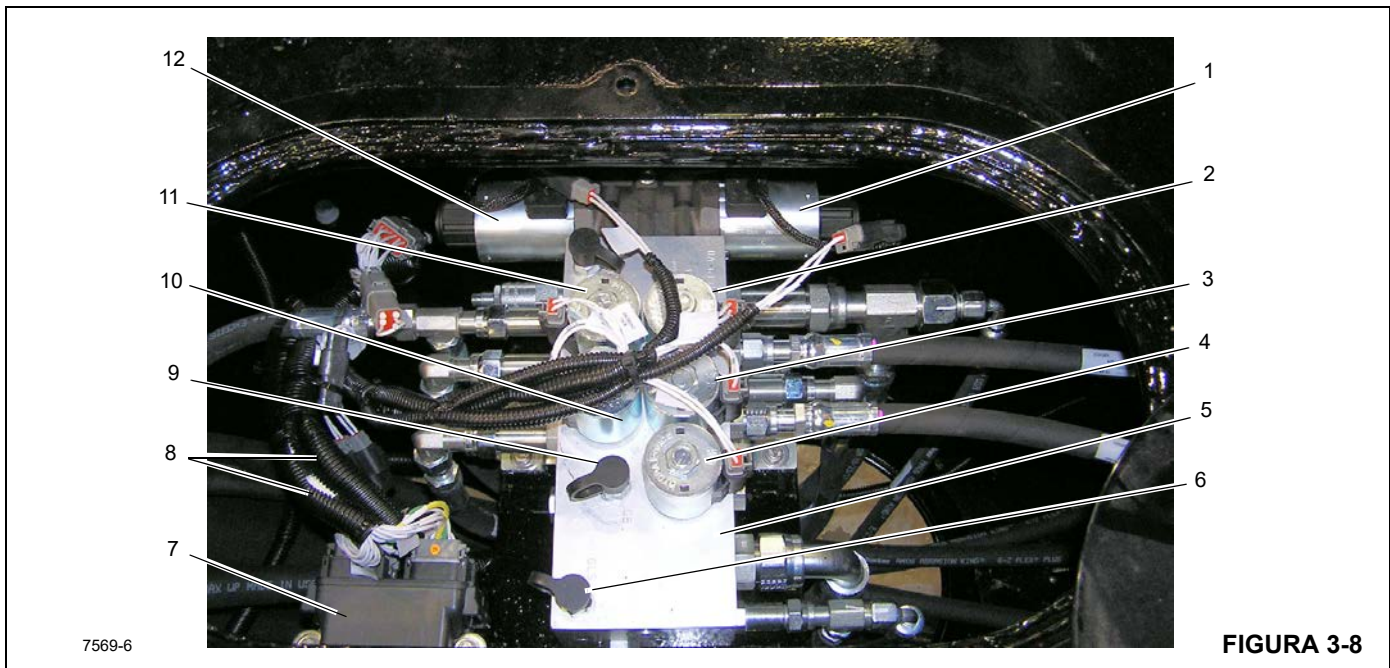
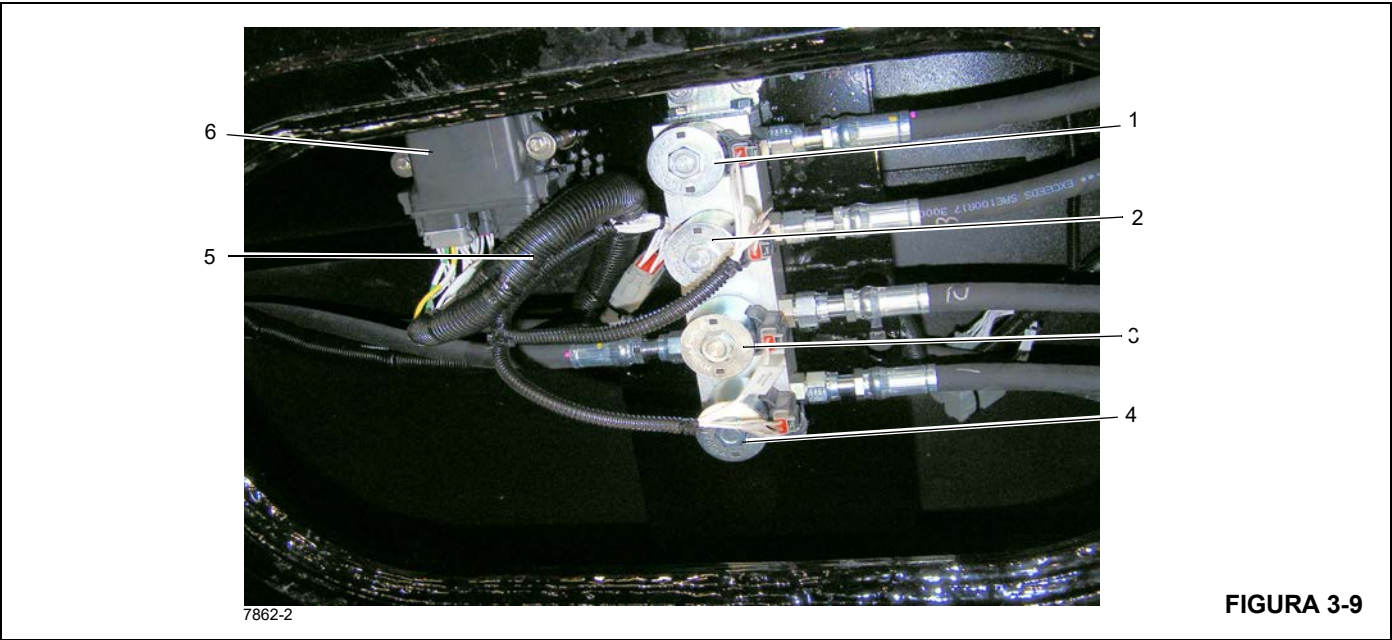

FIGURA 3-8
FIGURA 3-9
Há dois coletores de estabilizadores localizados na estrutura da caixa T do guindaste. O coletor do estabilizador frontal está montado no centro da estrutura do guindaste entre a cabine e a caixa do estabilizador frontal (Figura 3-8).
O coletor do estabilizador traseiro está montado no centro da estrutura do guindaste entre a parte traseira da superestrutura e a caixa do estabilizador traseiro (Figura 3-9).
NOTA: Os módulos dos estabilizadores frontal e traseiro (Figura 3-8 e Figura 3-9) não são reparáveis. Entre em contato com o Serviço ao Cliente Manitowoc Crane Care sobre questões de serviço ou reparo do módulo.
Os solenóides no coletor do estabilizador frontal (Figura 3-8) controlam a seleção dos componentes do estabilizador frontal, estabilizador central dianteiro (SFO) (se equipado) e as funções de retração e extensão de todos os componentes do estabilizador frontal.
- O solenoide do estabilizador central frontal (SFO) único (4) estende ou retrai o SFO quando energizado. Sempre que o botão de retração no controle do estabilizador é pressionado, o SFO é retraído primeiro.
- O solenoide de extensão (12) controla as funções de extensão de todos os componentes do estabilizador.
- O solenoide de retração (1) controla as funções de retração de todos os componentes do estabilizador.
- Os solenoides (2) (3) e (10) (11) controlam os componentes do estabilizador frontal. Consulte a Figura 3-8 para identificação dos solenoides.
- Os módulos dianteiros inferiores N° 1 e N° 2 (7) estão conectados ao chicote elétrico (8) principal da estrutura inferior e fornecem dados funcionais do estabilizador para o módulo servidor principal.
Lista de itens da Figura 3-8
Os solenoides no coletor do estabilizador traseiro controlam as funções do estabilizador traseiro. Consulte a Figura 3-9 para identificação dos solenoides.
Lista de itens da Figura 3-9